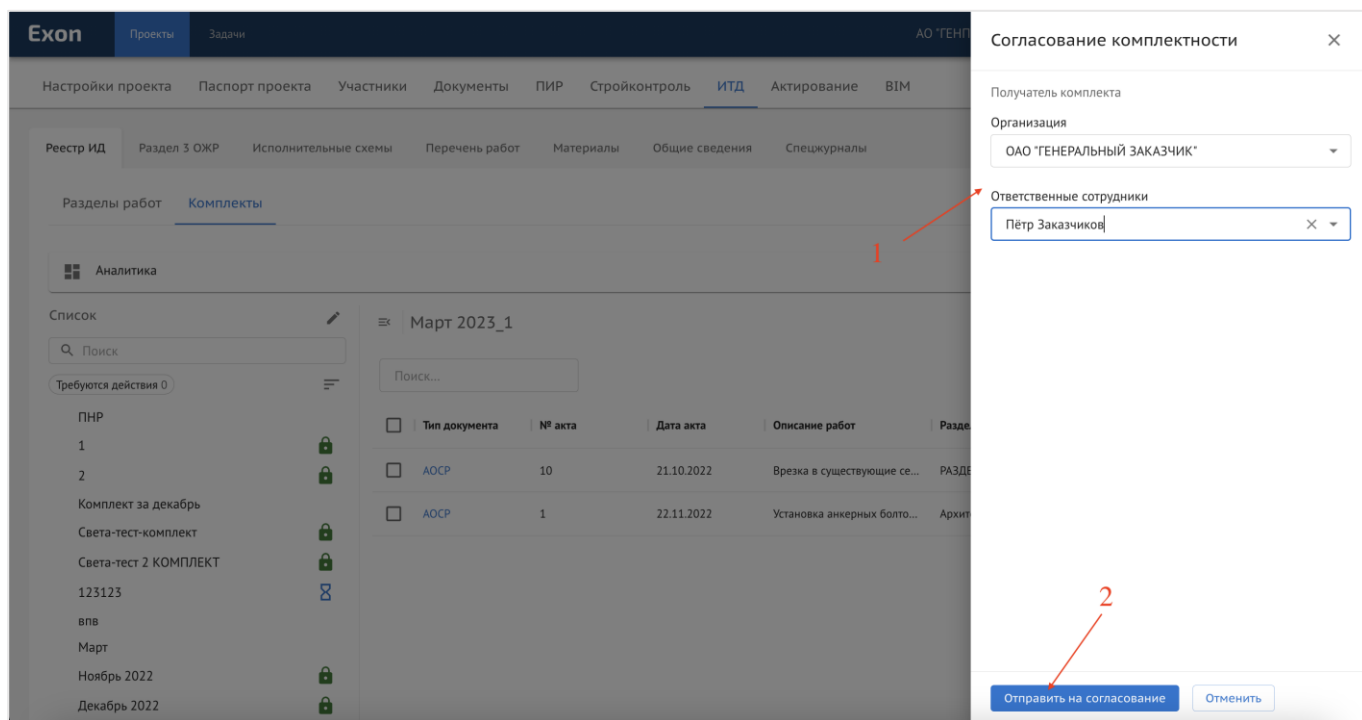

Рис. 90 – Отправка комплекта на согласование
2. В открывшемся окне выбрать получателя комплекта (1) и нажать «Отправить на согласование» (2) (рис. 90);